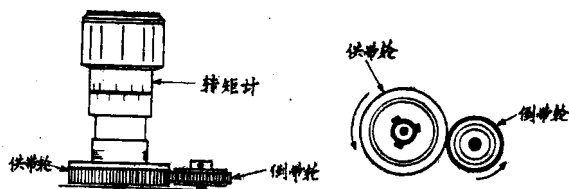

图20
3. 以倒带方向慢慢转动转矩计。这样，带轮和转矩计指针都以同样的速度移动；观察这一读数应大于420gr.cm(规定值)。见图20。